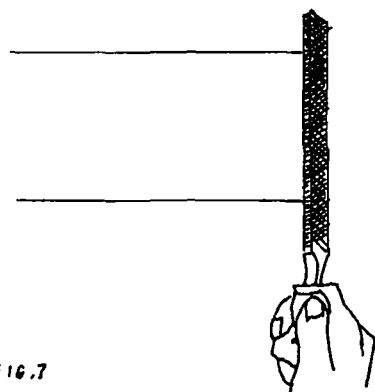

FIG. 7
8.º Passo – Retire as rebarbas externas e internas com lima (figs. 7 e 8).